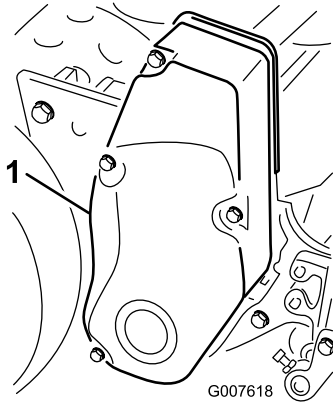

図 35
1. ベルトカバー取り付けネジを外してカバーを取り、ベルトを露出させる 図 35。